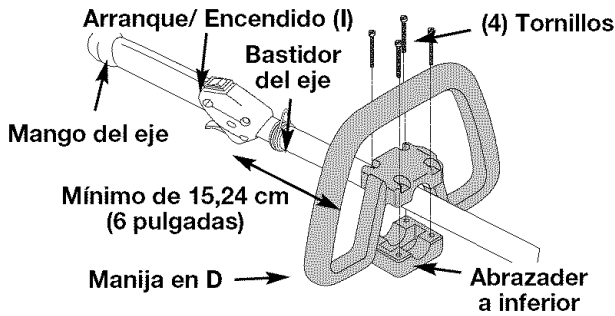

Fig. 1
1. Coloque la manija en D por encima del bastidor del eje y sobre la abrazadera inferior (Fig. 1). Colóquela a un mínimo de 15,24 cm (6 pulgadas) desde el extremo del puño del eje.